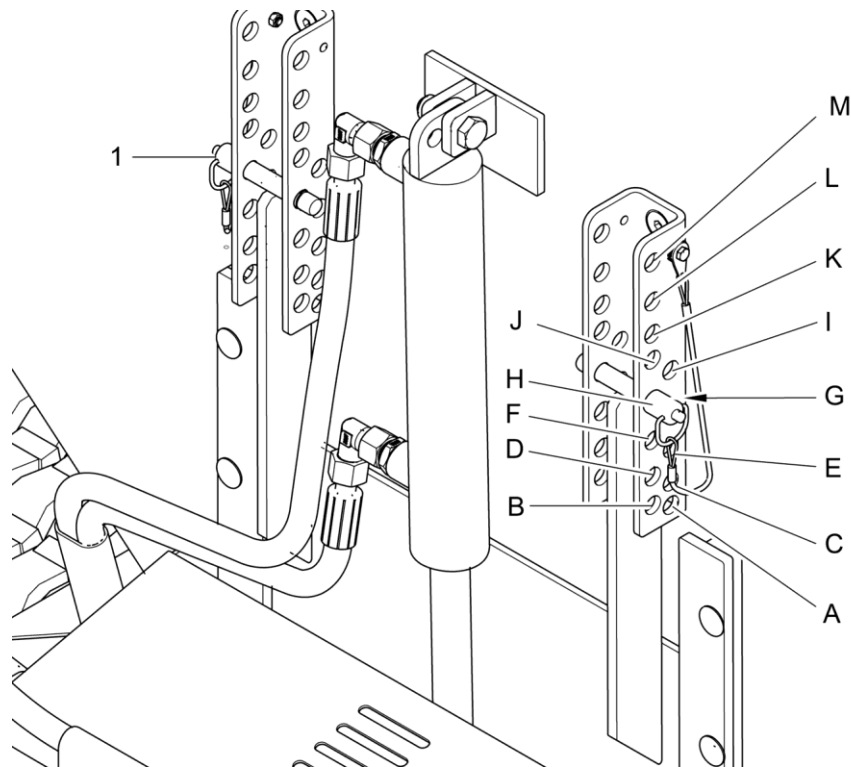

Bild 41 Schieber-einrichtung in Trichter
Wenn der Tellerstreuer eingeschaltet wird, fährt der Hydraulikzylinder der Schieber-einrichtung ein und der Schieber (Bild 41/2) öffnet die Streugutöffnung in der Rückwand des Trichters. Wie weit der Schieber öffnet, ist abhängig von der Einsteckposition der beiden Steckbolzen (Bild 41/1).
2. Beide Steckbolzen (Bild 41/1) herausziehen.
4. Beide Steckbolzen (Bild 41/1) vollständig in die entsprechenden Bohrungen schieben.